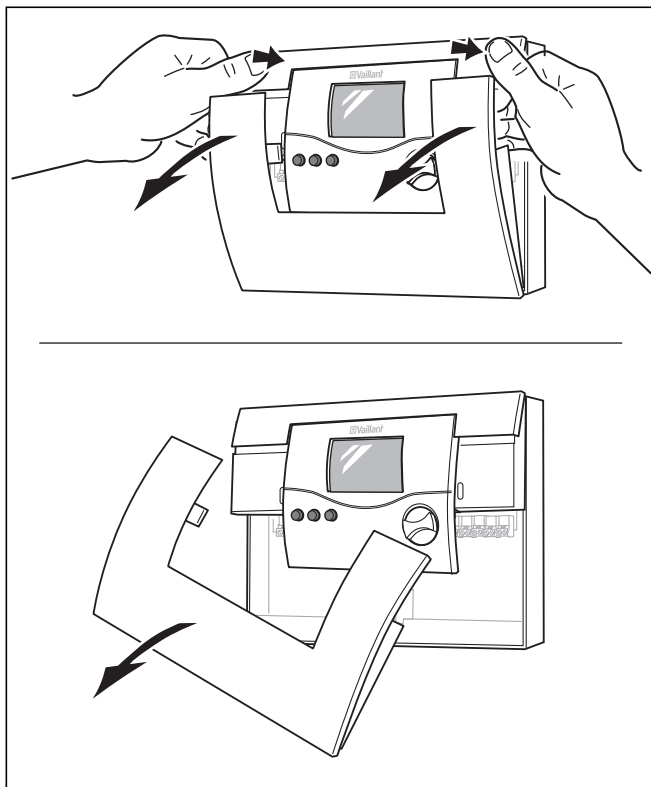

Fig. 4.2 Åbning af regulatorhus
- Tag den nederste forside af regulatorhuset som vist i fig. 4.2.